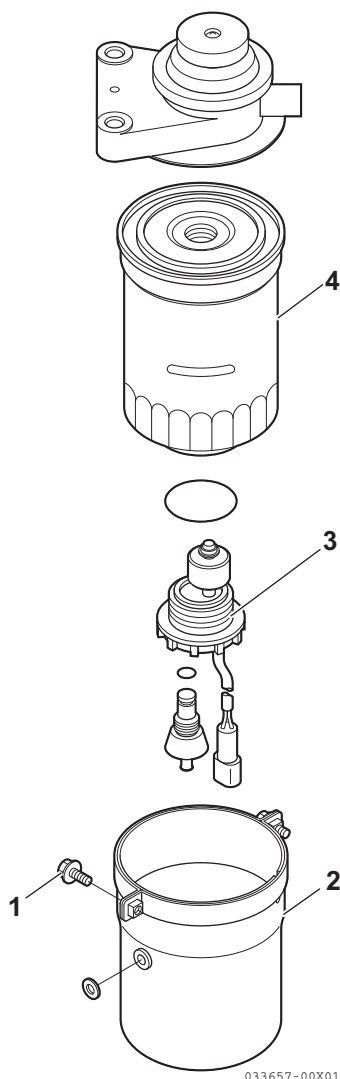
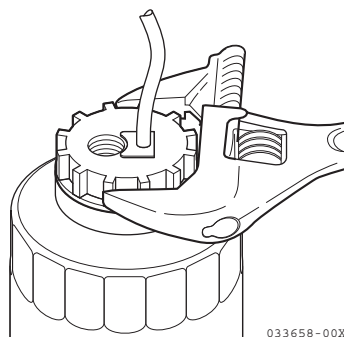

Figura 10
Figura 11
2. Rimuovere le due viti di montaggio **(Figura 10, (1))** e il contenitore **(Figura 10, (2))**.
5. Rimuovere il commutatore dell'allarme **(Figura 10, (3))** e **(Figura 11)** utilizzando una chiave.
6. Rimuovere la cartuccia del filtro **(Figura 10, (4))** con una chiave per filtri.